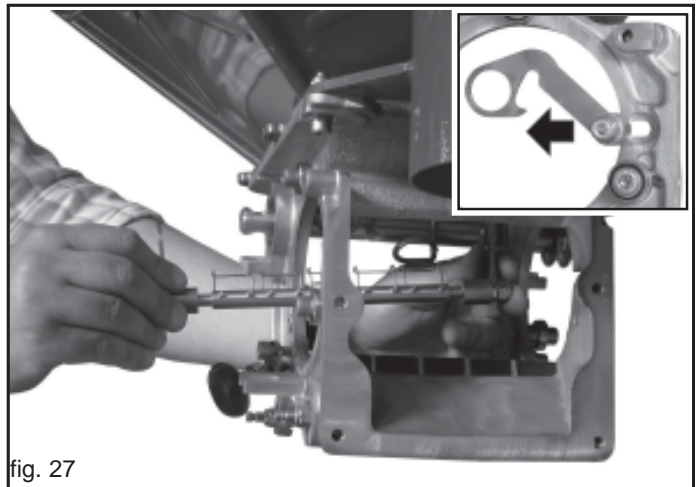

fig. 27
- 4) Reinigungswelle nach vorne ziehen und aus dem Dosiergeraet entnehmen. (Fig. 27).